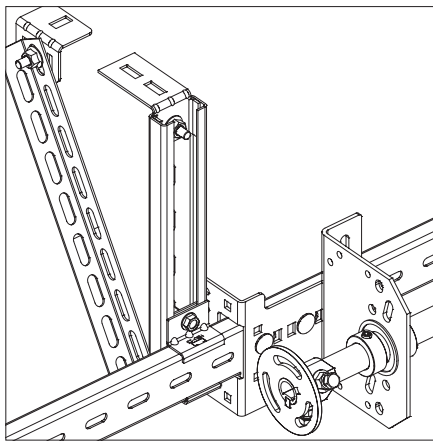

Рис.26.4
- 2)** смонтировать подвес и установить его рядом с промежуточным суппортом (рис.26.4).